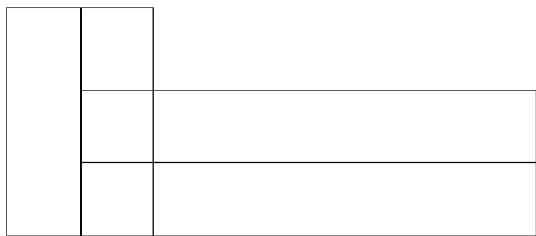

图 12-33 拉伸绘制的圆
3) 单击【常用】功能区 | 【建模】选项板 | 【拉伸】按钮 ，选中绘制的圆，在命令行输入数字 25，按回车键。选择【视图】选项板 | 【前视】视图  前视，如图 12-33 所示。